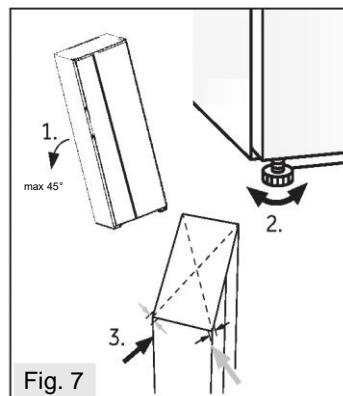

Fig. 7
1. Înclinați aparatul ușor în spate (Fig.7).